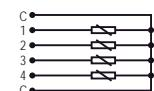

Fig. 4
- Fig. 4: Analog inputs connection (ST KNT 001 or ST KNT 002)
- Fig. 4: Conexión de entradas analógicas (ST KNT 001 o ST KNT 002)